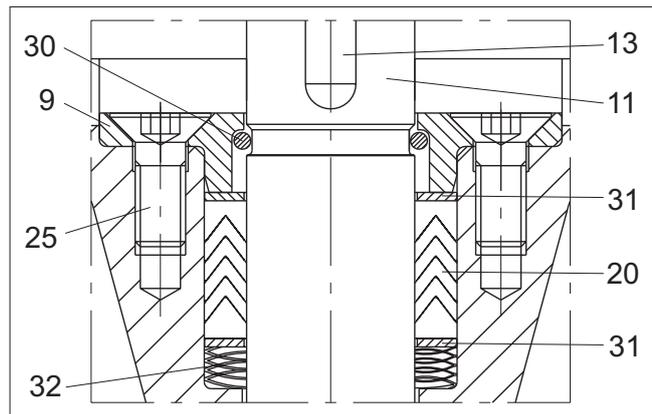

Fig. 17 Joint de presse-étoupe. RA
Le joint de presse-étoupe (20) est constitué par des joints annulaires en V. Son étanchéité est produite par la compression occasionnée par le ressort (32). Cf. fig. 17.